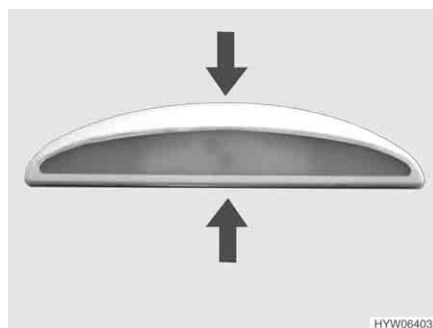

Fig. 114 Luce tenda veranda
- Comprimere leggermente gli involucri (Fig. 114) e sfilarli in avanti.